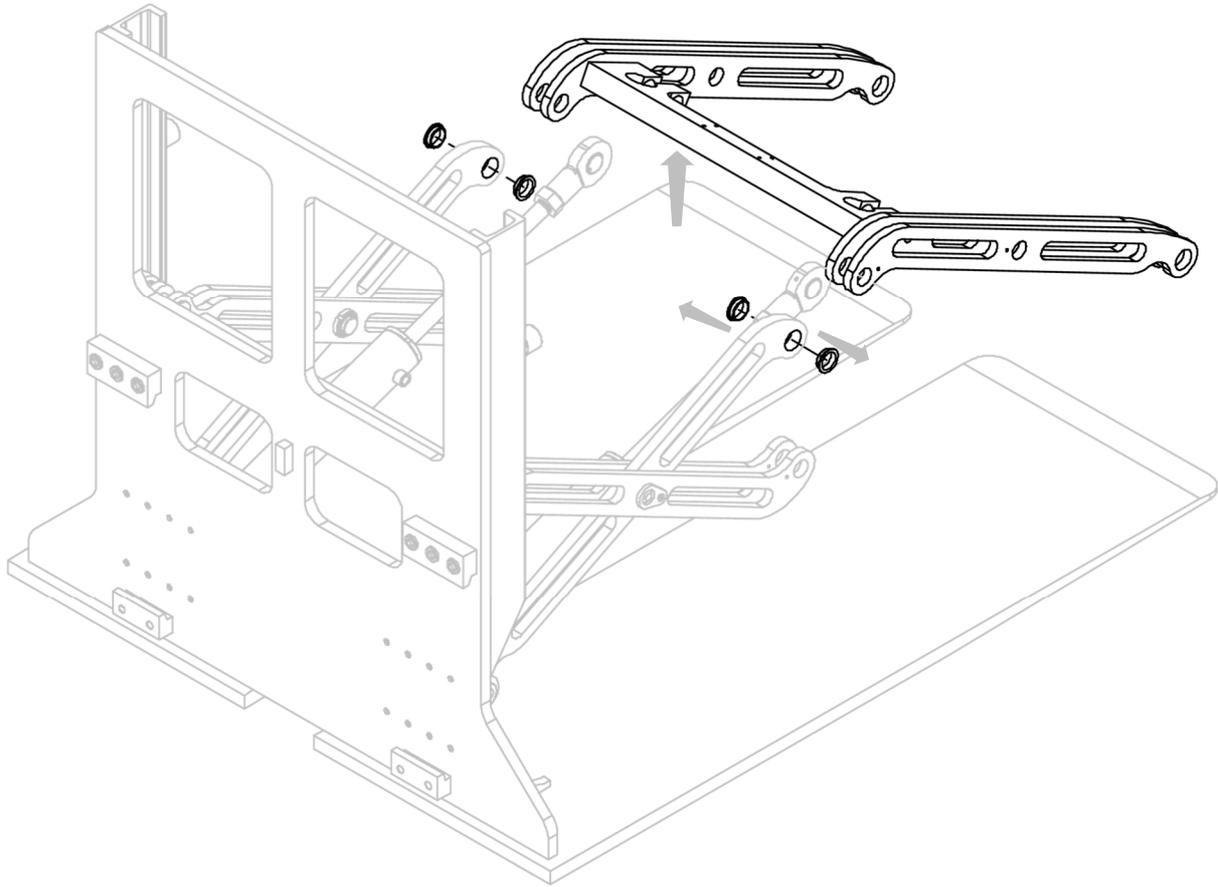

Figure 23
6. Retirer la paire de bras de l'équipement, avec les bagues d'oscillation correspondantes (voir Figure 23).